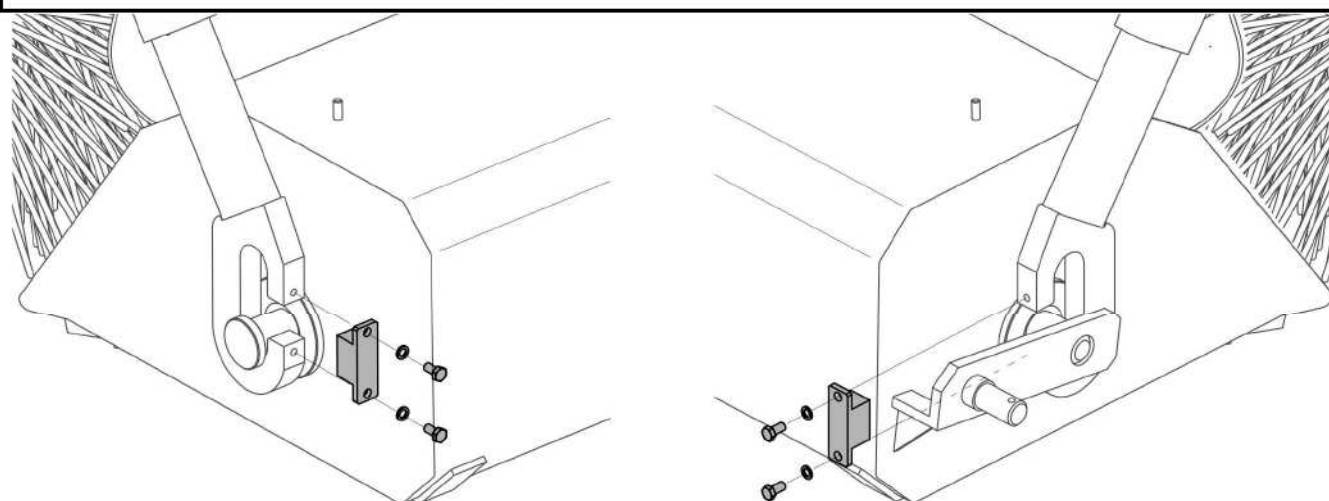

РИСУНОК 4.7 Деблокирование крепления бункера для мусора
- Отвинтить крепежные болты и вынуть приспособления, блокирующие крепление бункера () с левой и с правой стороны РИСУНОК 4.7, а затем снять весь бункер с захватов. По окончании всех вышеупомянутых действий машина готова к работе в режиме уборки без бункера для мусора.